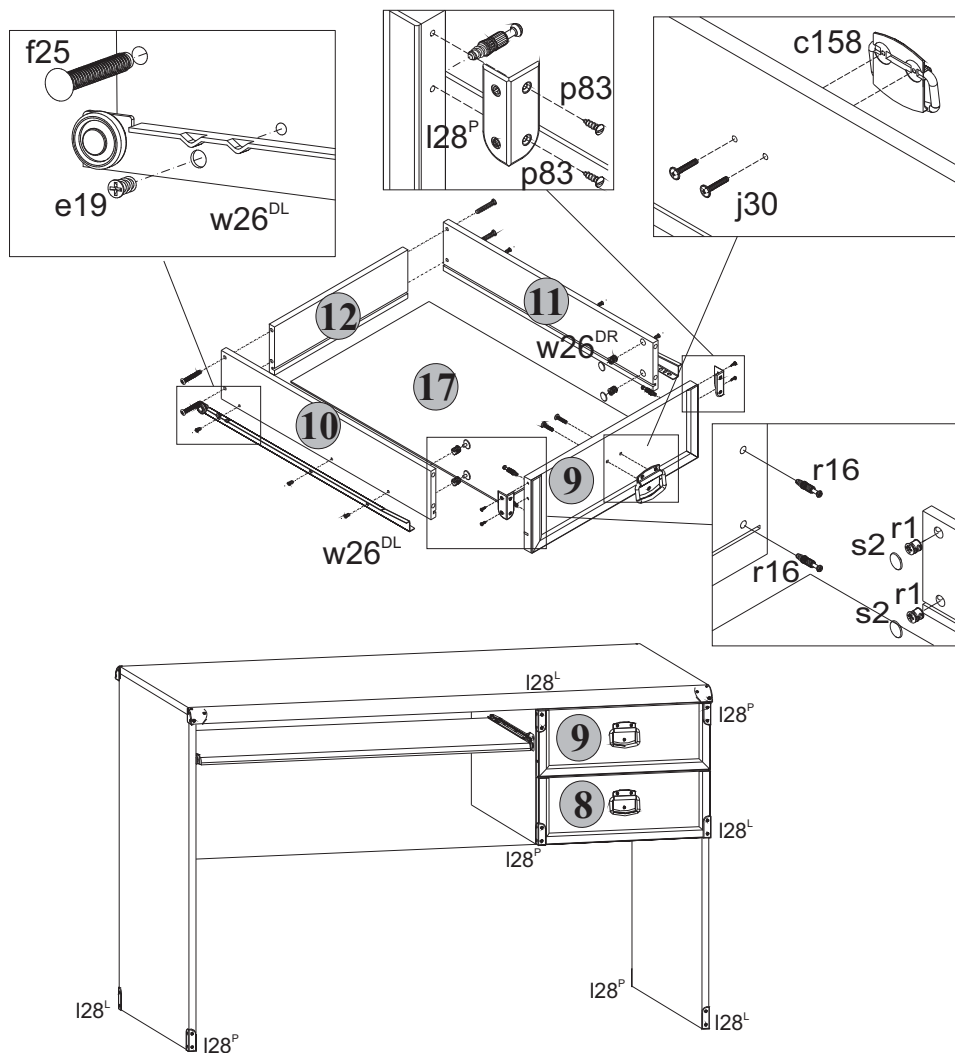

Рис. 3
5.14 В отверстия диаметром **15 мм** на внутренних поверхностях стенок боковых **10** и **11** корпусов выдвижных ящиков вставить стяжки эксцентриковые **r1** (**см.рис.3**).
5.15 В отверстия диаметром **5 мм** на внутренних поверхностях панелей передних **8** и **9** ящиков выдвижных с помощью крестообразной отвертки вкрутить винты стяжки **r16** (**см.рис.3**).
5.17 Соединить панели передние **8** и **9** с корпусами ящиков выдвижных и затянуть стяжки эксцентриковые **r1**, пользуясь специальным ключом **z1**. Закрепить стяжки эксцентриковые заглушками **s2** (**см.рис.3**).